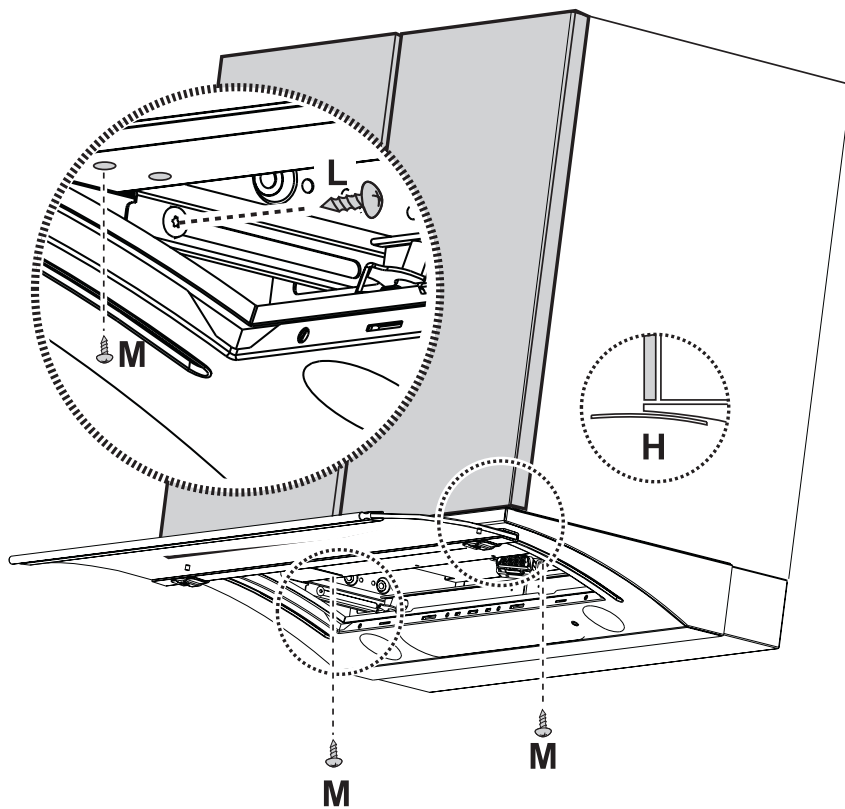

Fig. 7
7. Réglez la position du tiroir de manière à ce que la partie avant s'adapte parfaitement à l'élément mural (**H** - Fig. 7). Fixez définitivement le tiroir à l'aide de 2 vis (une de chaque côté - **L** - Fig. 7 - Pour enfiler ces 2 vis, il est nécessaire de retirer la grille du filtre et de les serrer sur les découpes fixées sur les coulisses de l'enveloppe).
8. Fixez le tiroir à l'élément mural (fig. 7) à l'aide de 2 vis **M**, utilisez deux des 4 orifices disponibles et vérifiez que les vis posent sur l'élément mural.